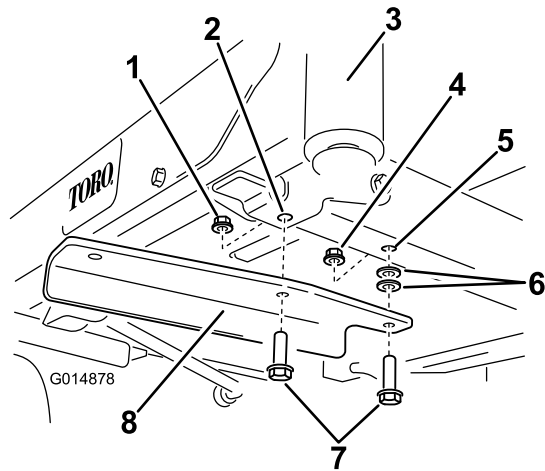

Figura 5
4. Montate la staffa sinistra sulla parte inferiore del telaio mediante 2 bulloni ($\frac{3}{8}$ " x $1\frac{1}{4}$ " 2 rondelle e 2 dadi di bloccaggio ($\frac{3}{8}$ ") (Figura 5).